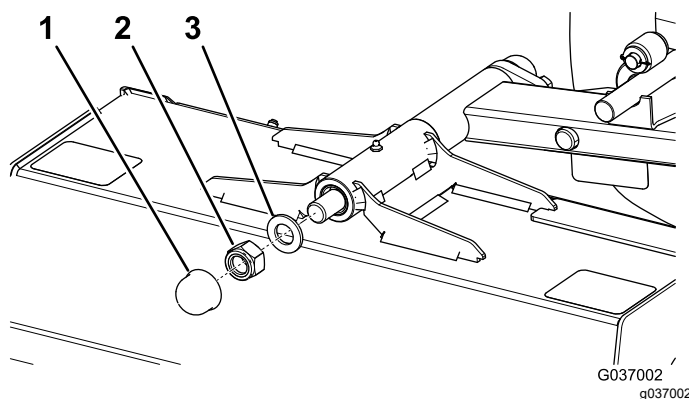

图 12
4. 拧下螺母帽从枢轴轴上卸下螺母 M24 和垫圈图 12。
5. 安装垫圈和锁紧螺母M24拧紧锁紧螺母图 12。